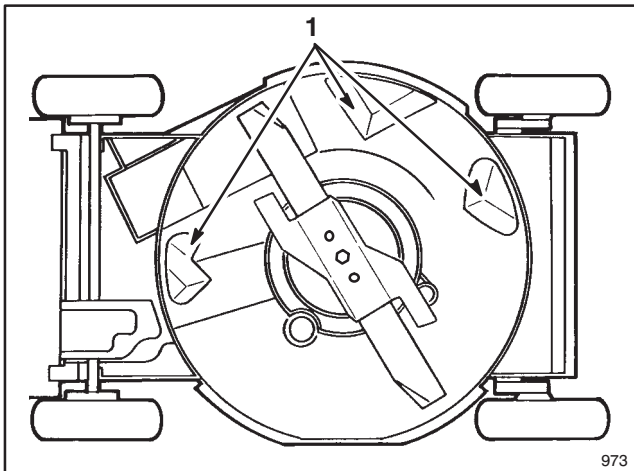

Abbildung 32
Unterseite der Mäherhaube sauber halten. Insbesondere sind die Kicker frei von Grasresten zu halten (Abb. 32).
6. Mäher auf linke Seite kippen (Abb. 32). Drehen des Messers vermeiden, da dies zu Problemen beim Anlassen führen kann.